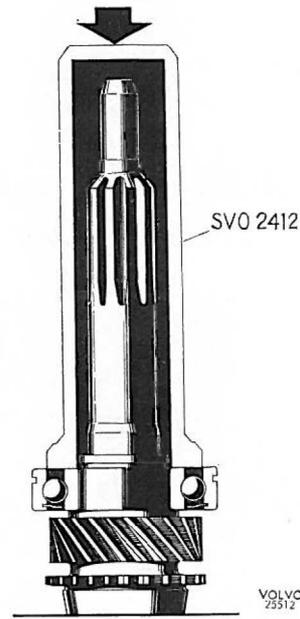

Fig. 31. Remontage du roulement à billes sur l'arbre primaire
4. Enfoncer le roulement sur l'arbre primaire en se servant de la broche SVO 2412, voir Fig. 31. Choisir un circlips d'épaisseur convenable et le monter. Poser les 14 rouleaux du roulement d'arbre secondaire en place dans l'arbre primaire. Se servir